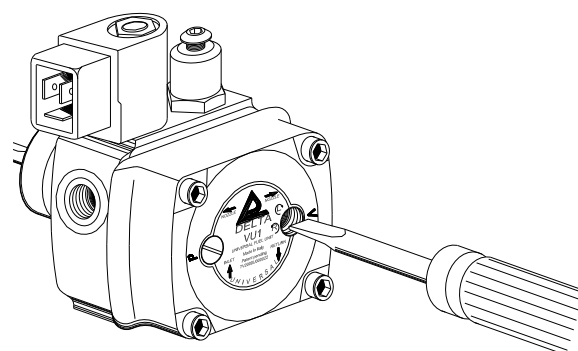

Fig. 3
- Drej den 90° op til lodret for at ændre retning (Fig. 3).